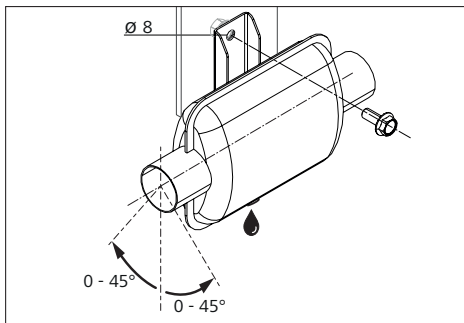

Bild 22: Monteringsläge avgasjuddämpare (i mm)
- ▶ För korrekt monteringsläge, se Bild 22.